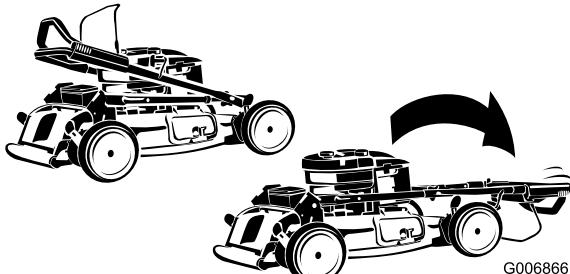

Figure 3
1. Dépliez la moitié supérieure du guidon vers l'avant jusqu'à ce que les deux moitiés soient dans le prolongement l'une de l'autre et s'emmangent ensemble correctement, comme illustré (Figure 3).